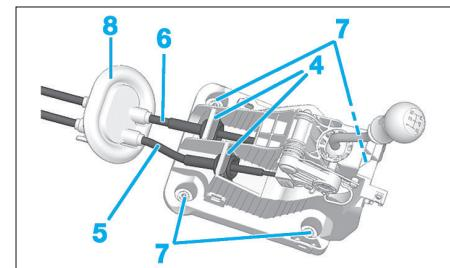
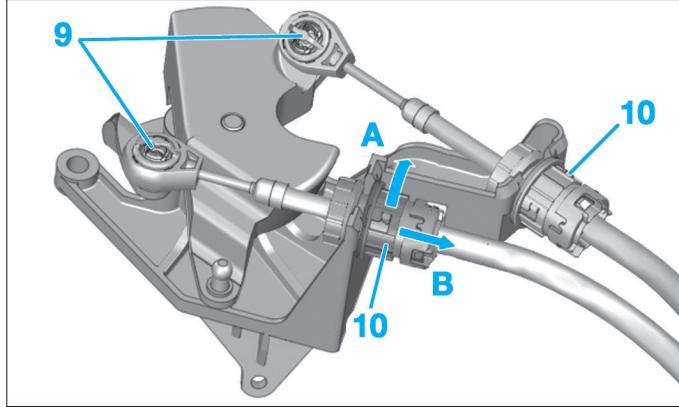

Fig. 14
Fig. 15
- Déposer les agrafes (4) (Fig.14).
- la bride de câble de sélection de vitesses (2),
- la rotule (3) à l'aide d'une pince à becs.
- Ecartez les câbles de sélection (5) et de passage (6) des vitesses du boîtier de commande.
- Dégrafer l'entretoise de maintien du joint d'étanchéité (8) de la caisse.
- Désaccoupler les rotules (9) (Fig.15).
- Pivoter les bagues (10) suivant la flèche (A).
- Tirer les bagues (10) suivant la flèche (B).